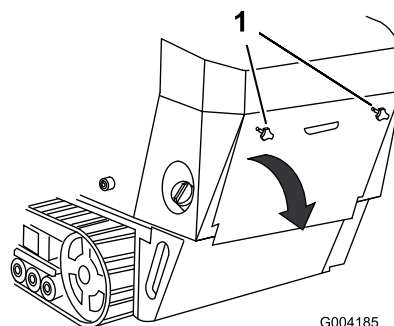

Figura 24
1. Desenrosque los 2 pomos que fijan el panel de acceso trasero a la máquina (Figura 24).
2. Baje el panel de acceso trasero y retírelo para tener acceso a los componentes internos (Figura 24).